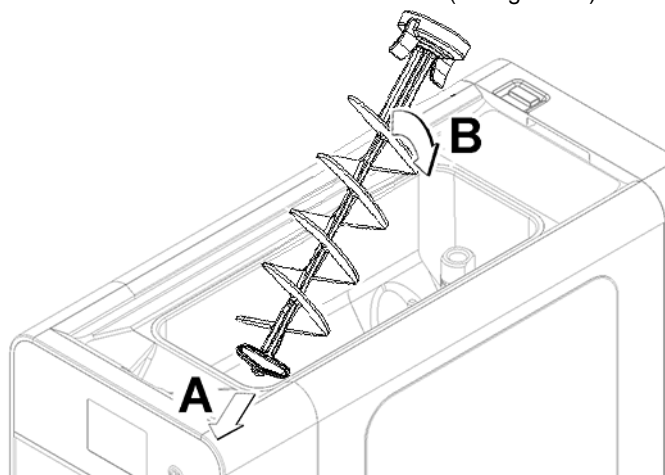

figura 27
- 6 Montar el mezclador juntos teniendo cuidado de insertar los extremos en las ranuras en la cuenca alta. (ver figura 27)